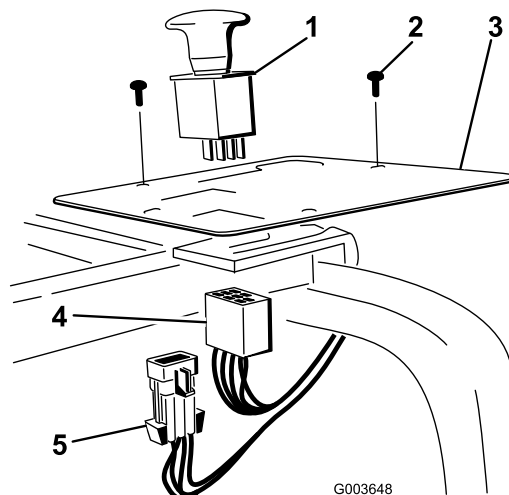

Figura 34
2. Retire el tapón de plástico del panel e instale el interruptor en el panel (Figura 34).
4. Conecte el arnés al interruptor del panel de control (Figura 34).
6. Conecte el conector del arnés principal al arnés principal (Figura 34).